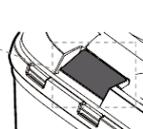

Fig. 17 Position fermée
2. Lorsque le loquet (24b) est fermé, le collecteur d'herbe (24) est plein et doit être vidé (Fig. 17).